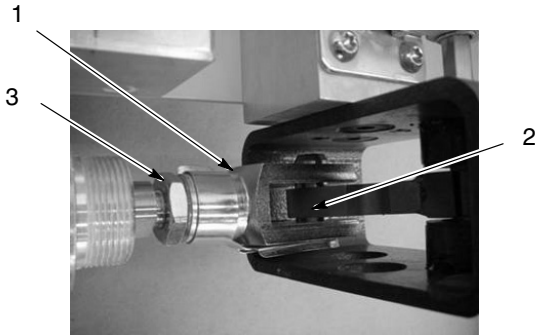

Figura 8-6 Substituição do cilindro de fixação
2. Consulte a figura 8-6. Desligue os tubos de ar das válvulas de controlo de caudal do cilindro.
5. Retire os grampos do pino do gancho em U (2) e retire os dois pinos do gancho em U e as alavancas.